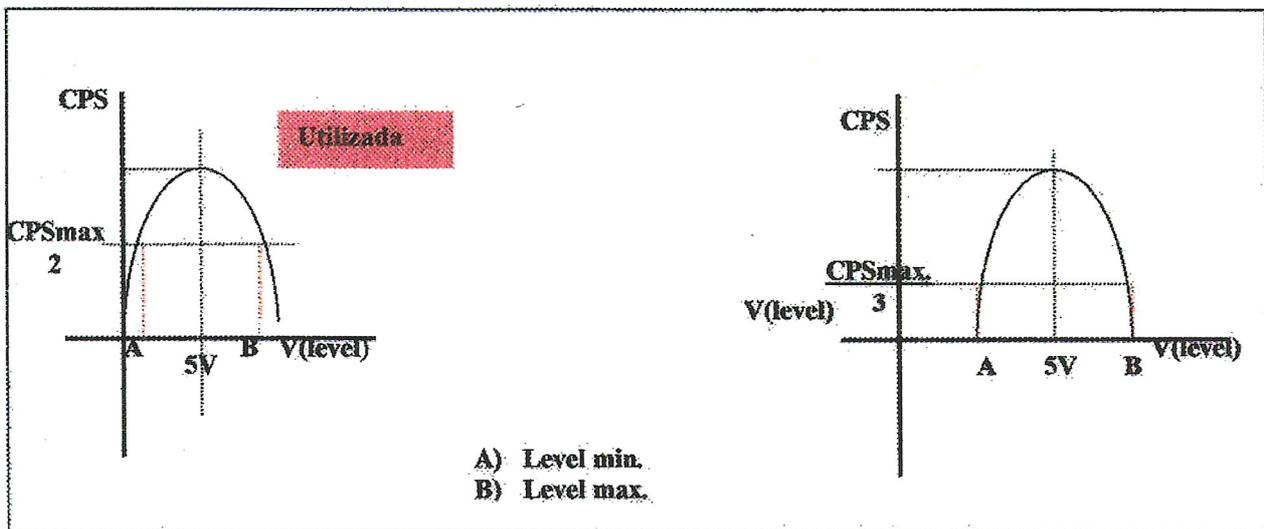

FIGURA 6. Ajuste dos níveis inferiores e superiores.
Há duas maneiras de se ajustarem os valores dos níveis: projetando-se no eixo horizontal os pontos de interseção da curva com uma linha que a corta na meia-altura do pico ( $CPS_{m\acute{a}x}/2$ ) ou a 1/3 da altura do pico ( $CPS_{m\acute{a}x}/3$ ), conforme representado na Figura 6.
**Nota:** na Figura 6, o gráfico da direita, opção  $CPS_{m\acute{a}x}/2$ , representa a opção aplicada para ajuste do equipamento em 24/11/98.